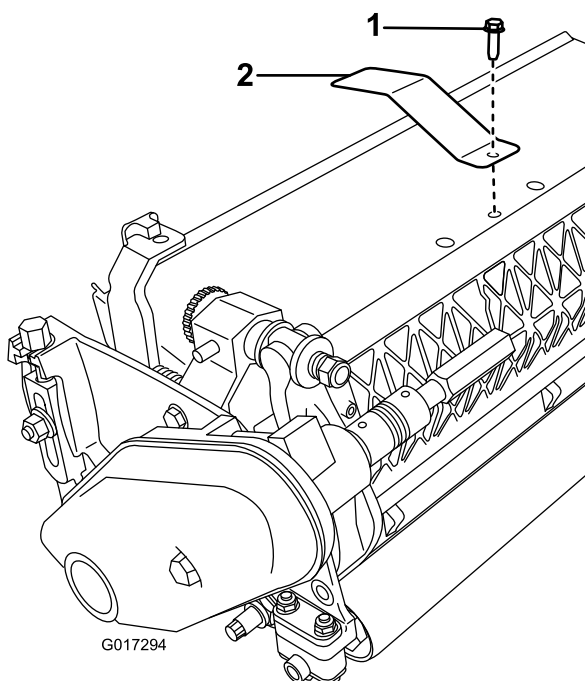

Figura 4
1. Retire el perno central del deflector de hierba (Figura 4).
2. Instale la placa objetivo en la parte superior de la unidad de corte usando el perno que retiró anteriormente (Figura 4).